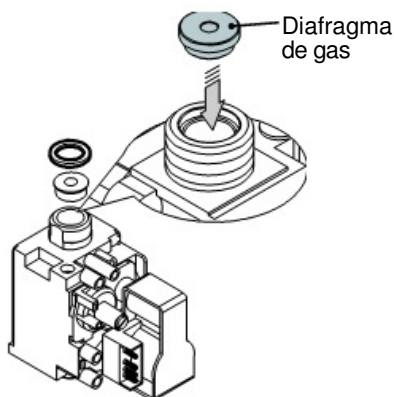

Figura 8.2
- Realice el cambio del tipo de gas sustituyendo correctamente el diafragma de gas (Figura 8.2), consultando la sección "Datos técnicos", pág. 26 (modelo M260.2025 SM/T) y pág. 29 (modelo M260.3035 SM/T).